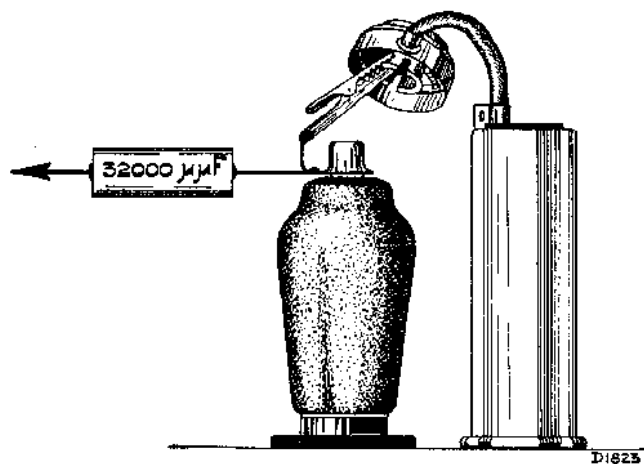

Fig. 3
De roosterkring wordt aan het rooster aangesloten en het signaal aangelegd via een condensator van  $32000 \mu\text{F}$  (zie fig. 3). De volumeregelaar moet altijd op maximum gedraaid worden; als het signaal te sterk is, moet men de verzwakker van de service zender terugdraaien. Wat betreft het trimmen van de H.F.- en generatorkringen het volgende:
2. Gemoduleerd signaal van 128,5 Kc aanleggen aan rooster L2 via een condensator  $32000 \mu\text{F}$  (fig. 3). S34 dempen met 50000 Ohm, C42 op max. output trimmen. Damping wegnemen.